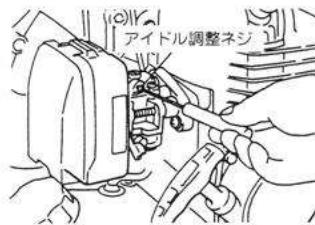

図48
- ①水化器の調整は、工場出荷時に済んでおりますので、なるべくさわらないでください。
- ②アイドルリング回転が高すぎる時（刈刃が回っている時）または低すぎる時（エンジンが停止する時）は、アイドル調整ネジで調整してください。（右回しでアイドル回転が高くなり、左回しで低くなります）（図48）